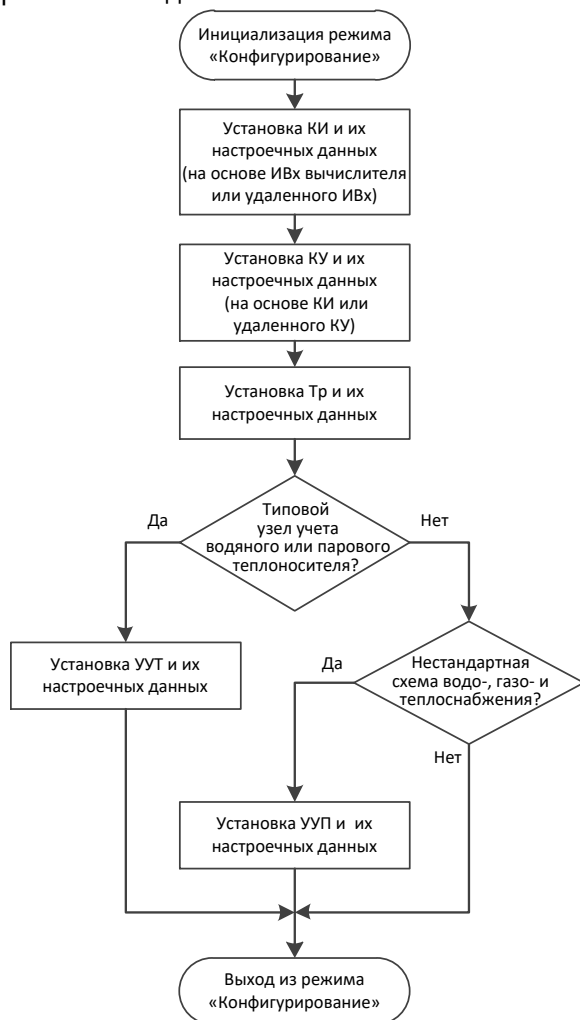

Рис. 2.1 Последовательность установки настроечных данных
– **методом последовательной** установки настроечных данных по **КИ, КУ, ТР, УУТ и УУП** (см. рисунок 2.1);